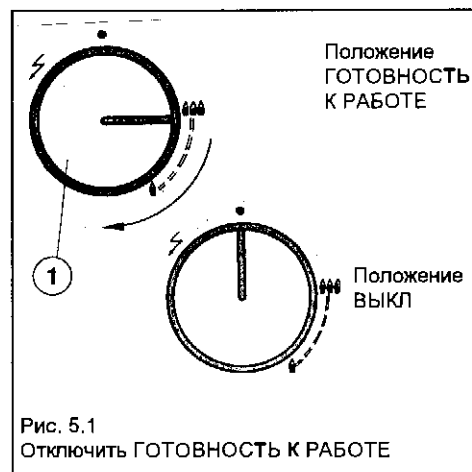

Рис. 5.1
5.1 Отключить ГОТОВНОСТЬ К РАБОТЕ (рис. 5.1)